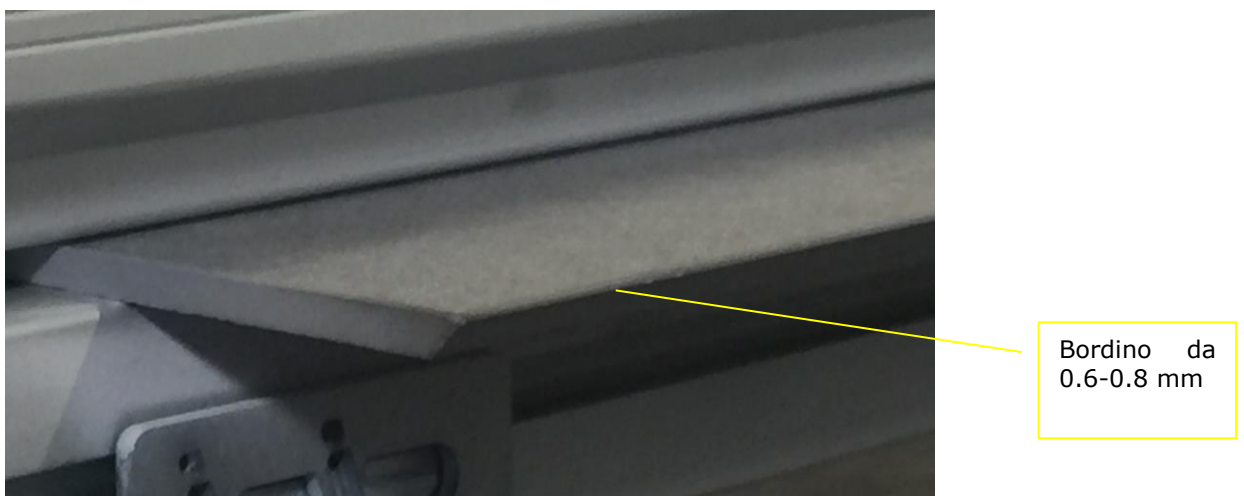

Fig. 6.3.4 Taglio 45° (Jolly)
- 30- Mediante la regolazione millimetrica avvicinare il disco al bordo superiore della piastrella e procedere con il taglio. Per un risultato senza sbeccature occorre lasciare almeno 0,6-0.8 mm dal bordo superiore della piastrella al bordo del taglio a 46° (vedi Fig. 6.3.4).